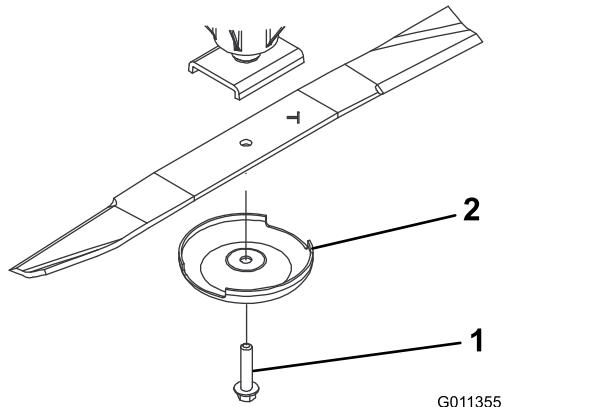

Bild 72
3. Halten Sie das Ende des Messers mit einem dicken Handschuh oder Tuch fest und entfernen Sie die Messerschraube, Antiskalpiercuppe und das Messer von der Spindelwelle (Bild 72).
4. Setzen Sie das Messer (der Flügel sollte zum Mähwerk zeigen) mit der Antiskalpiercuppe und der Messerschraube ein. (Bild 72).